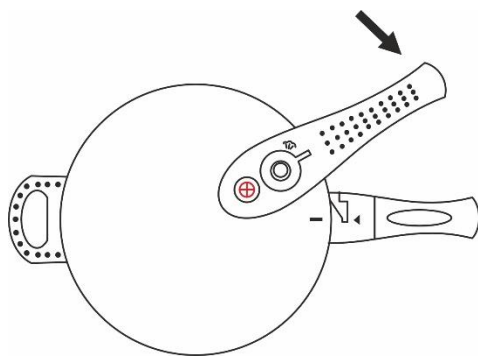

fig. 5
- Tournez le couvercle dans le sens des aiguilles d'une montre jusqu'à ce qu'il soit fermement et complètement verrouillé (fig. 5).